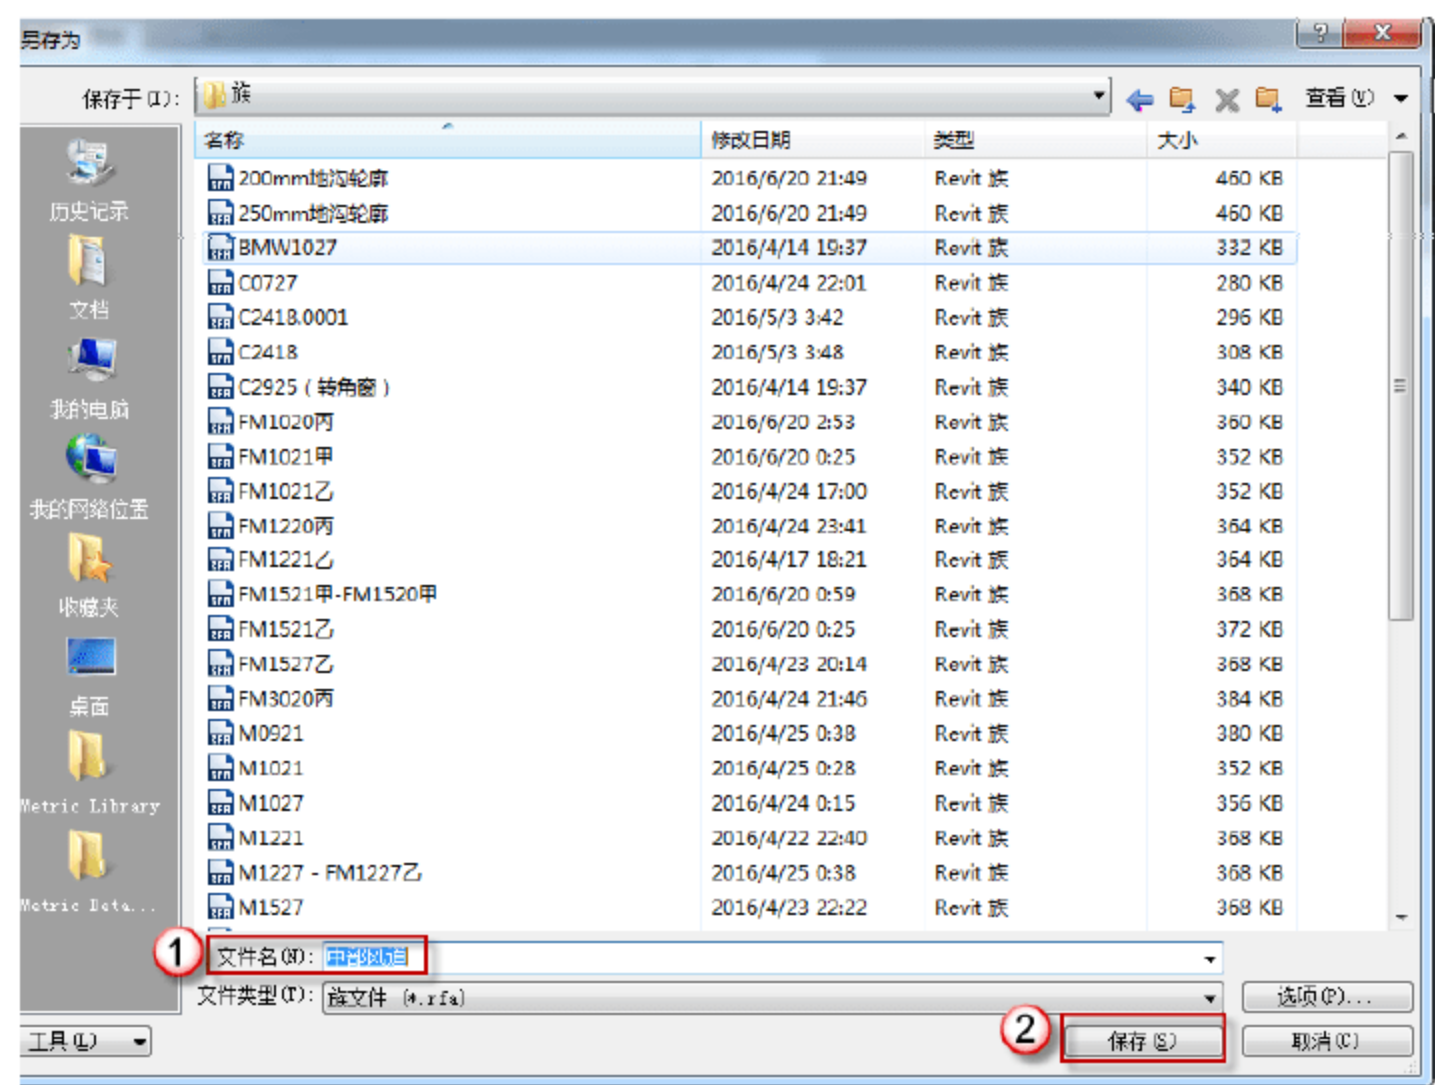

图 12.3.29 保存中部风道
(24) 保存中部风道。选择“程序”→“另存为”→“族”命令，进入“另存为”对话框，在“文件名”后输入“中部风道”字样，单击“保存”按钮，如图 12.3.29 所示。